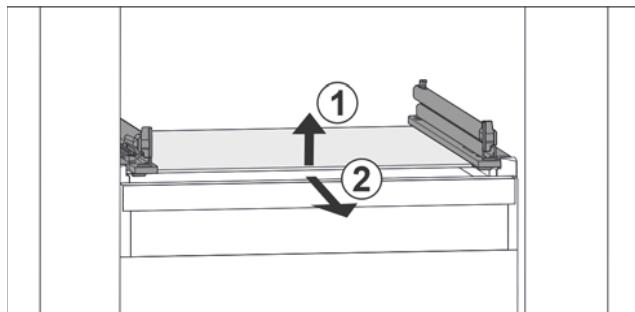

Fig. 106 Примерное отображение стеклянной пластины
- Приподнимите стеклянную пластину спереди. Fig. 106 (1)
- Извлеките стеклянную пластину движением вперед. Fig. 106 (2)